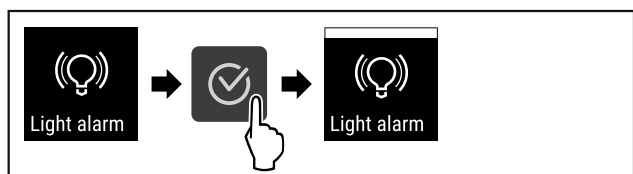

Fig. 119
- ▶ Izvedite zahtevane korake (glejte Fig. 119).